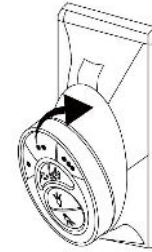

Figura 25
Paso 1. Para colocar el transmisor en la placa de pared, coloque primero el extremo inferior y luego presione la parte superior en la placa de pared. El transmisor ahora está sujeto a la placa de pared y funcionará desde aquí. (Figura 25)